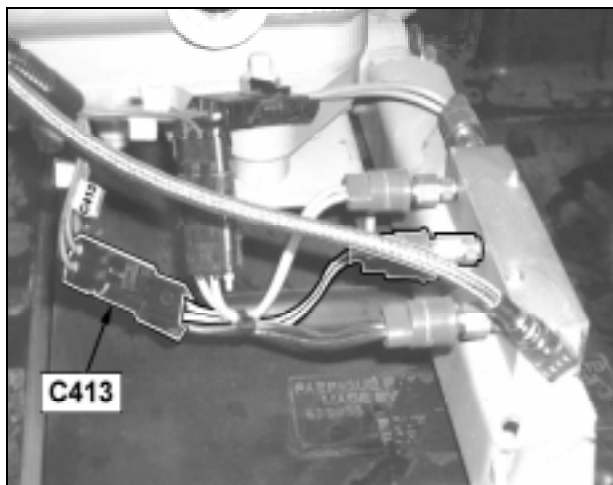

FIGURE 5: CONNEXION ORIGINALE.
9. Déconnecter la prise #C413 (Fig. 5) du commutateur existant actionnant le délestage du compresseur en haute pression. Déconnecter aussi la prise #132 du commutateur existant monté directement sur le compresseur.